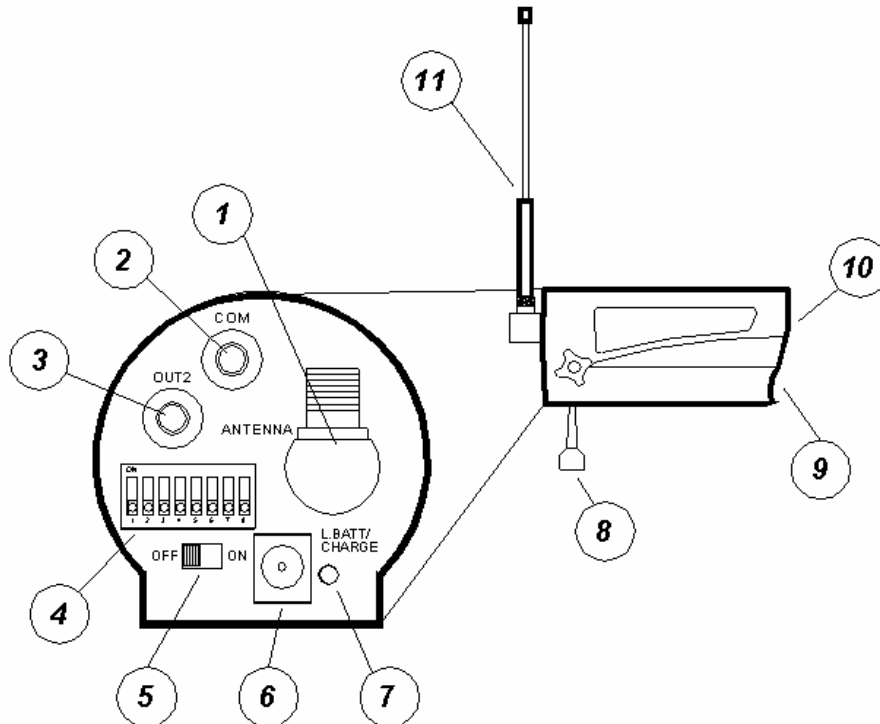

Figure 1
- tension de recharge: tension appliquée au jack de recharge (voir Figure 1 n°6). La tension doit être comprise entre 8 V et 13 V (il est vivement déconseillé d'utiliser des tensions supérieures à 13 V; en effet, avec de telles tensions, un élément de protection (varistor) interrompra le circuit d'alimentation. Le circuit repartira une fois que les conditions de tension seront revenues aux valeurs opératives.